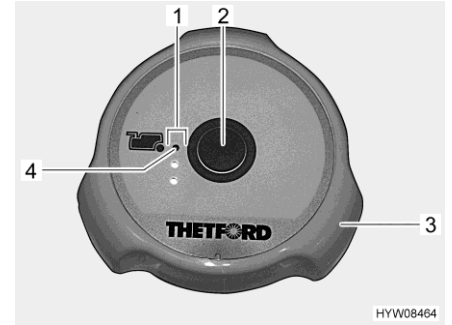

Fig. 111 Pulsante dello sciacquone/spie di controllo (toilette Thetford)
Risciacquo: ■ Prima di tirare l'acqua, aprire il cursore della toilette Thetford. A tal fine ruotare la maniglia girevole (Fig. 111,3) in senso antiorario.
■ Per sciacquare premere il pulsante blu (Fig. 111,2).
■ Dopo aver tirato l'acqua chiudere il cursore. Ruotare la maniglia girevole (Fig. 111,3) in senso orario.
Le spie di controllo (Fig. 111,1) indicano il livello del serbatoio fecale. Quando si accende la spia di controllo rossa (Fig. 111,4), il serbatoio fecale deve essere svuotato.